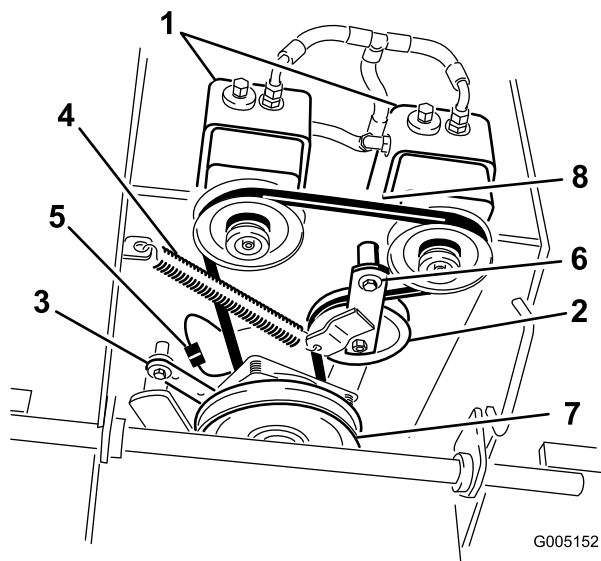

Figure 50
- Détachez le dispositif de retenue de l'embrayage du plancher moteur (Figure 50).
- Décrochez le ressort de la poulie de tension du châssis (Figure 50).
- Placez le ressort de tension entre le bras de la poulie de tension et la patte du bâti (Figure 50).
- Reposez le dispositif de retenue de l'embrayage sur le plancher moteur (Figure 50).